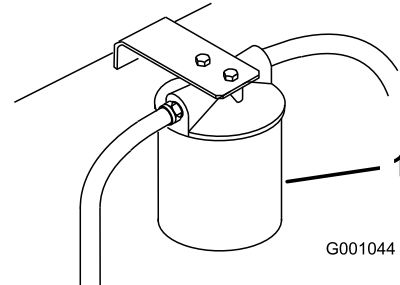

Figure 77
3. Placez un bac de vidange sous le filtre, déposez le filtre usagé et essuyez la surface du joint de l'adaptateur (Figure 77).